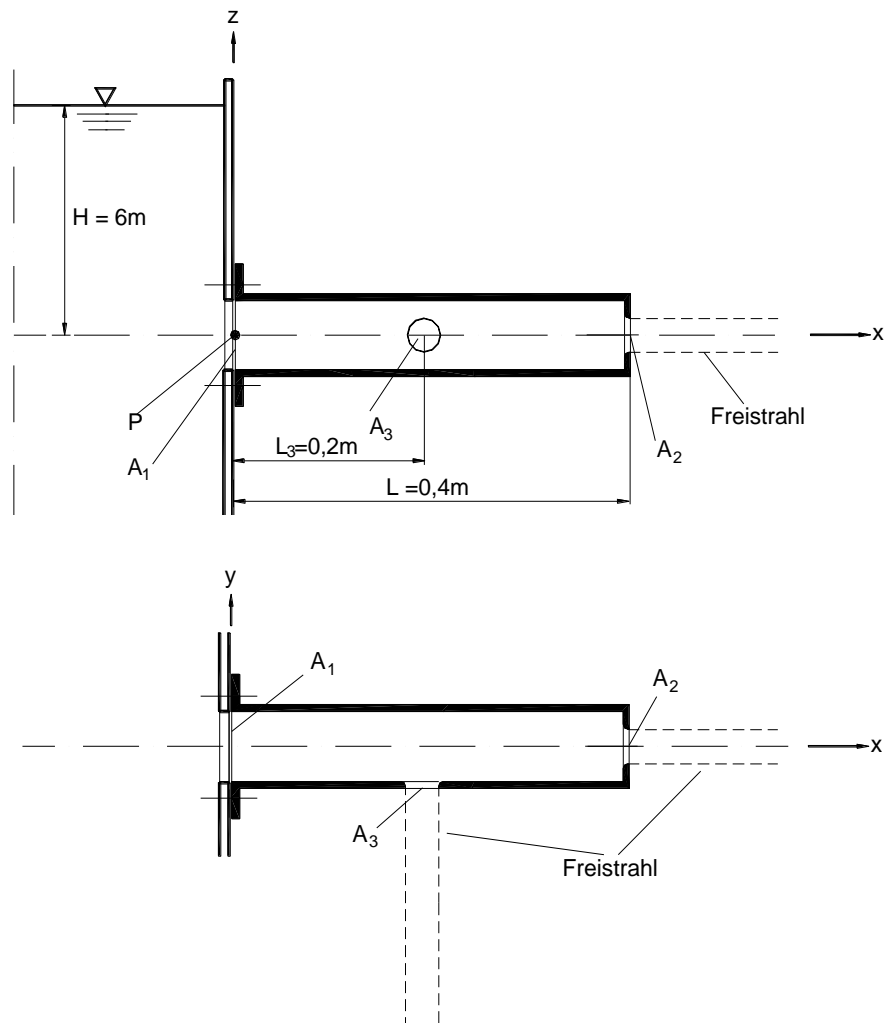

Fig. 4: Tubo com dois jatos livres (cima: vista em corte, baixo: vista em planta)
9. Um tubo com dois orifícios tem o comprimento $L = 0,4 \text{ m}$, a massa (sem água) de $M = 20 \text{ kg}$ e é fixado num grande tanque de água (Fig. 4). O nível do tanque é $H = 6 \text{ m}$ acima do eixo do tubo. A área do tubo é $A_1 = 0,1 \text{ m}^2$ e os dois orifícios criam jatos livres com áreas de $A_2 = A_3 = 0,025 \text{ m}^2$. O centro da área A_3 se encontra na cota do eixo do tubo e na metade do tubo. As distribuições de velocidade no tubo e nos podem ser consideradas uniforme. O escoamento pode ser considerado sem atrito.
- Desenha a linha piezométrica e a linha de energia pelo eixo do tubo qualitativamente na (Fig. 4)